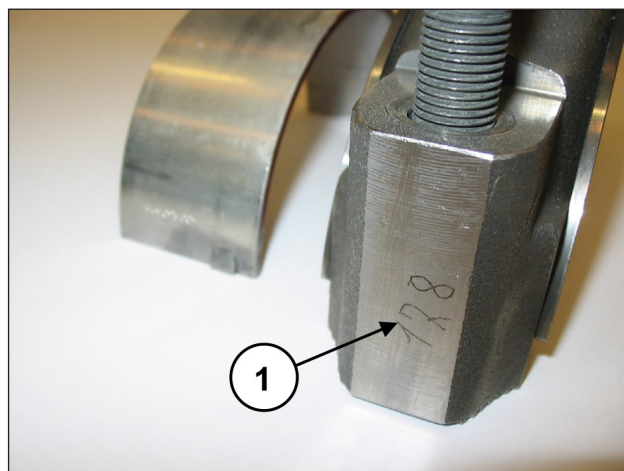

Fig. 42
Acople as semi-hastes aos chapéus anteriormente desmontados, fazendo referência à numeração (pos. ①, Fig. 42).
Separe os chapéus das semi-hastes. O acoplamento correto será garantido pela numeração colocada em um lado (pos. ①, Fig. 42).